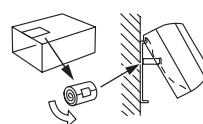

Fig. 5
- 10) En función de la dirección de la tubería, retire la parte sombreada de la cubierta angular L (Fig. 4) o de la cubierta angular R (Fig. 5). Vuelva a instalar la cubierta eléctrica, la cubierta angular R y el conjunto del panel.
- 6) Introduzca la manguera de drenaje en el manguito del orificio de la pared (C) y fije la parte superior de la unidad interior en la placa de instalación (1). A continuación, mueva la unidad interior totalmente a la izquierda para facilitar la colocación de las tuberías en la parte posterior de la unidad.
- 7) Corte dos trozos de cartón de la caja de embalaje (utilice dos de los cuatro trozos), enróllelos, engánchelos en el saliente trasero, y utilícelos como espaciadores para levantar la unidad interior. (Fig. 5)
- 8) Conecte el tubo de refrigerante a la tubería de extensión (B).
- 9) Fije la parte inferior de la unidad interior en la placa de instalación (1).